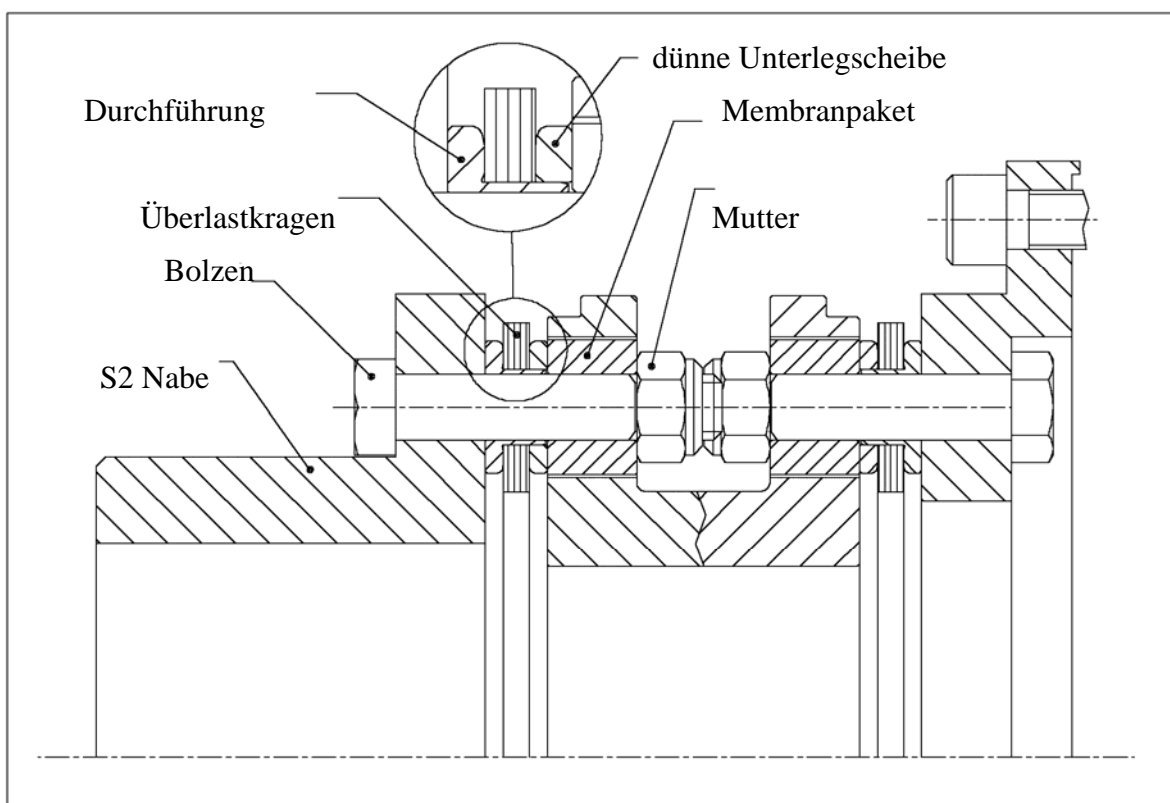

Bild.3 Installation der ersten drei Bolzen
- 3.5.10) Schieben Sie drei Bolzen durch die kleinen Löcher in der Nabe, danach durch das Membranpaket und den Überlastkragen, wie in Bild 3 gezeigt. Achten Sie auf die richtige Ausrichtung des Membranpaketes – die integrierten dünnen Unterlegscheiben müssen an dem Überlastkragen anliegen. Ziehen Sie die Muttern von Hand an.